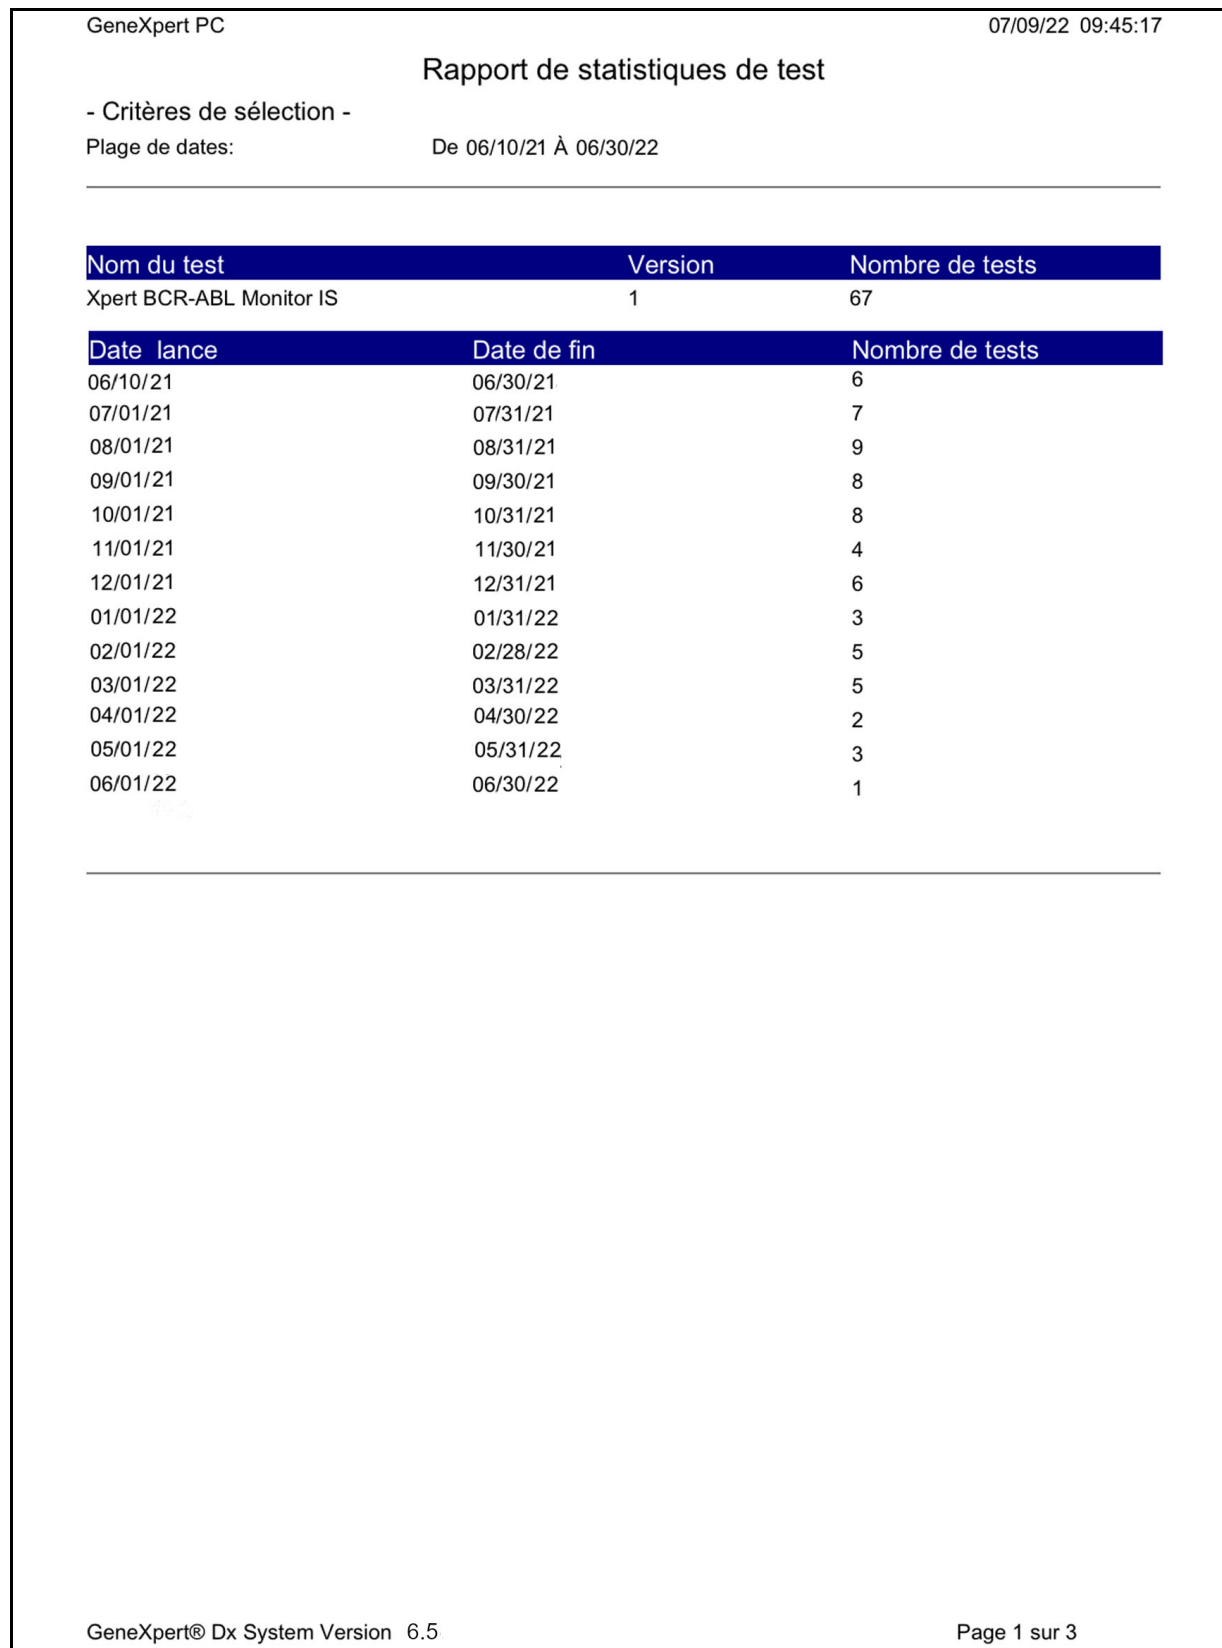

Figure 5-91. Exemple de rapport de statistiques de test
- 2) En option pour imprimer le rapport, naviguer jusqu'à l'emplacement d'enregistrement, ouvrir le rapport et l'imprimer. Un rapport similaire au rapport montré dans la sera imprimé. Figure 5-91
- B. **Aperçu du PDF**—Crée un fichier PDF et affiche le fichier dans la fenêtre Adobe Reader. Voir Figure 5-91. L'utilisateur peut enregistrer et imprimer le fichier PDF à partir du logiciel Adobe Reader.
- **Aperçu du PDF**—Crée un fichier PDF et affiche le fichier dans la fenêtre Adobe Reader. Voir Figure 5-91. L'utilisateur peut enregistrer et imprimer le fichier PDF à partir du logiciel Adobe Reader.